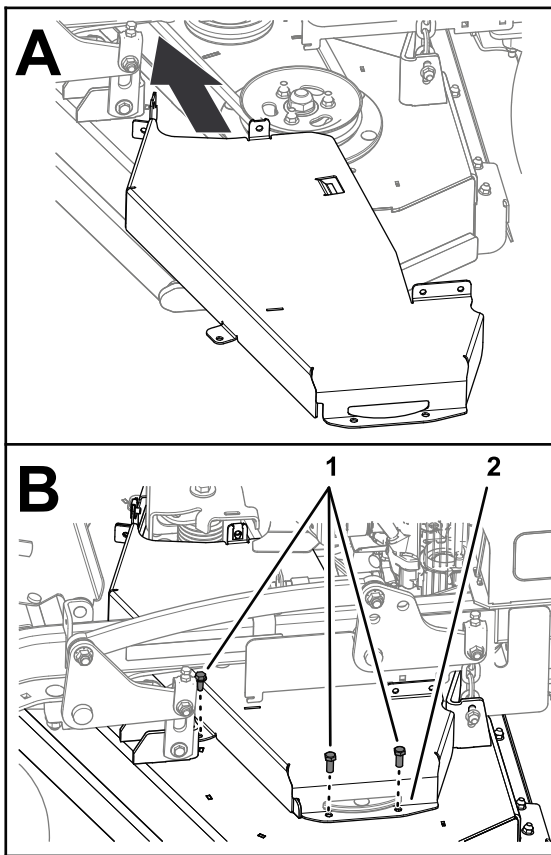

Figure 42
1. Fixez le protège-courroie gauche au plateau (**Figure 42**) à l'aide des 3 boulons que vous avez retirés sous **Dépose du protège-courroie gauche** (page 30).